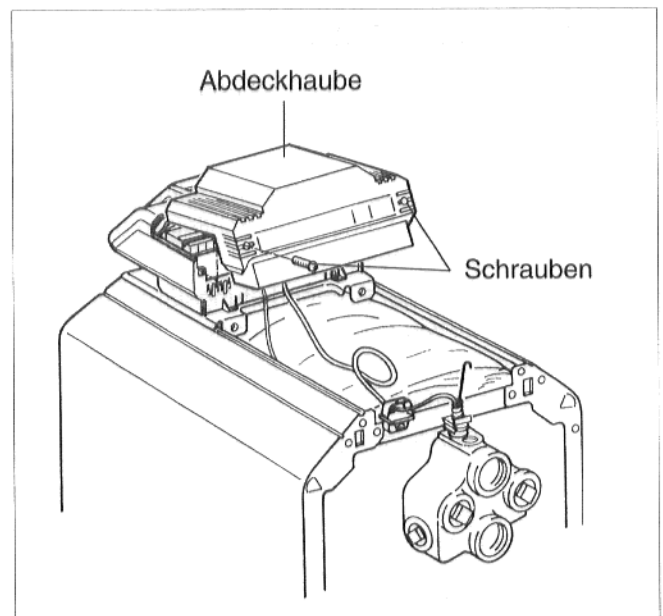

Abb. 31
- Abdeckhaube wieder am Regelgerät festschrauben (Abb. 31).